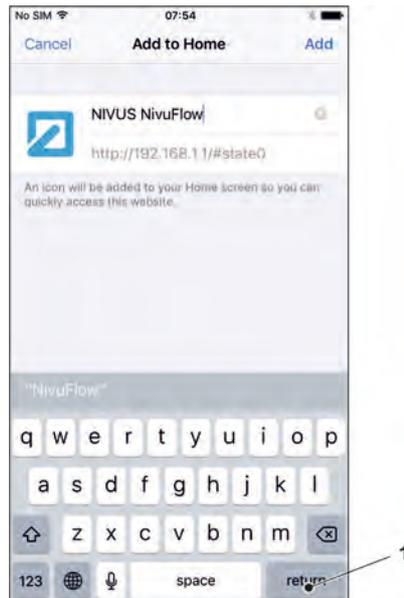

Fig. 31-18 Confirmer par « Add »
10. Confirmer par « Add » (Fig. 31-18 point 1).